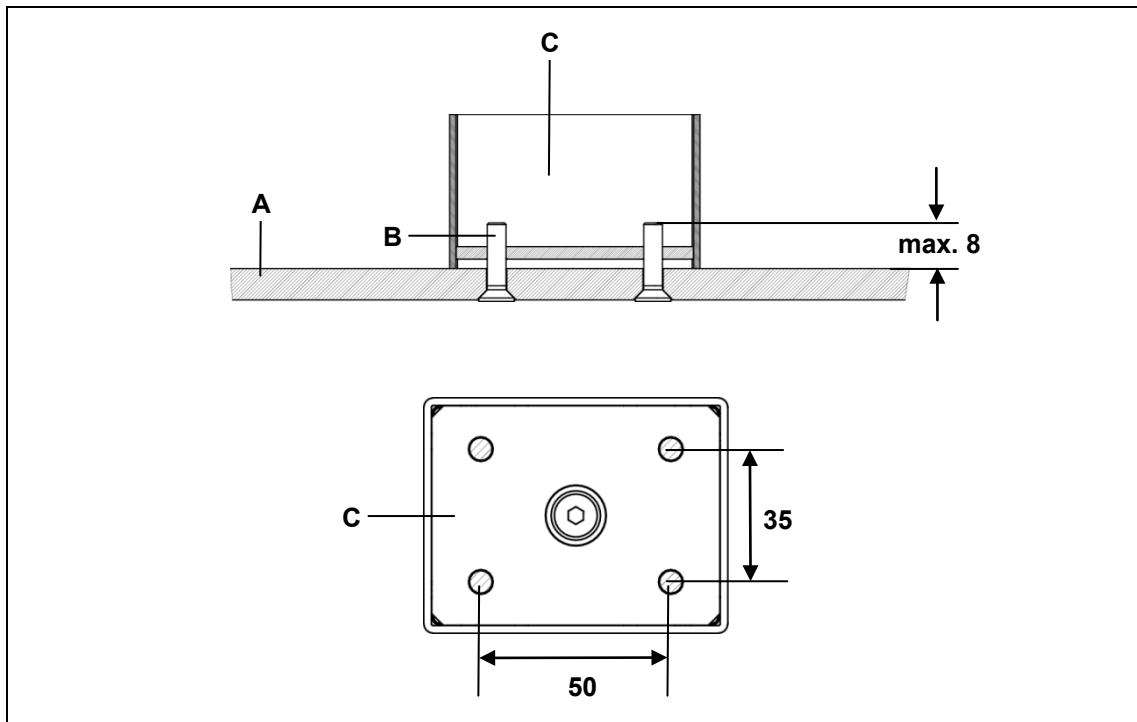
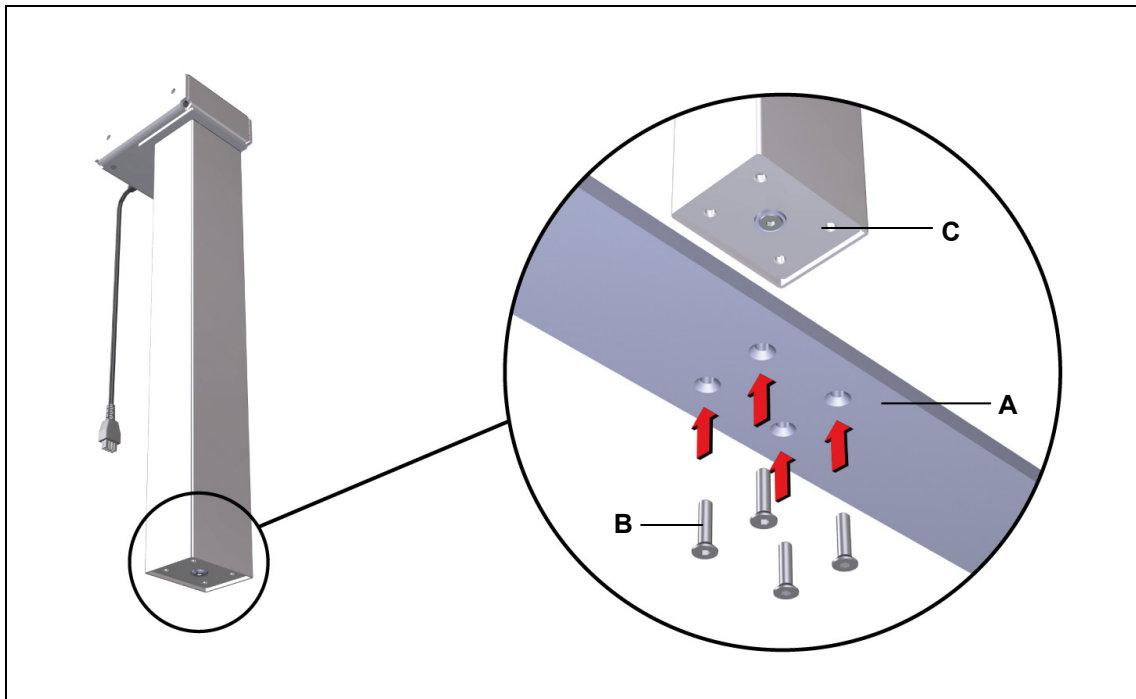

Abbildung 9 Beispiel: Montage Tischfuß (Variante D): (Angaben in mm)
Abbildung 10 Beispiel: Montage Tischfuß (Variante D)
- Verwenden Sie Senkkopfschrauben M6 (Festigkeitsklasse 8.8), wie in Abbildung 9 gezeigt. Das Anzugsdrehmoment darf maximal 10 Nm betragen.
- 3** Schrauben Sie den Tischfuß mit vier Schrauben an das Fußende der Hubsäule, wie in Abbildung 10 gezeigt (maximales Anzugsdrehmoment 10 Nm). Die Montagemaße entnehmen Sie Abbildung 9.